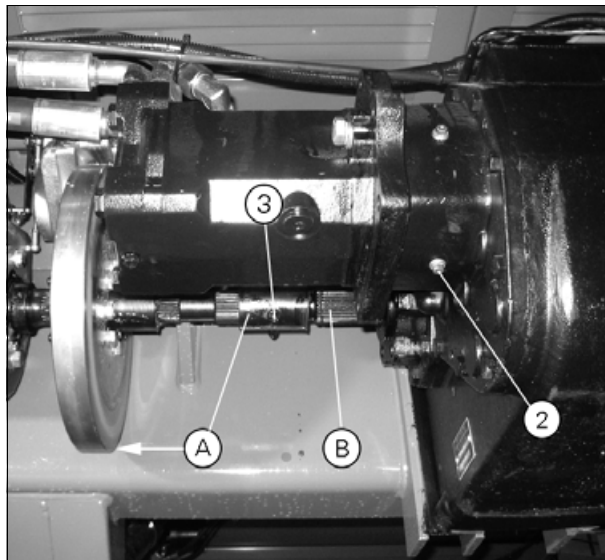

Рис. 1.
- Убедитесь, что втулка (А) находится на одной линии с валом и может быть легко надета на выходной вал коробки передач (В) рис. 1.